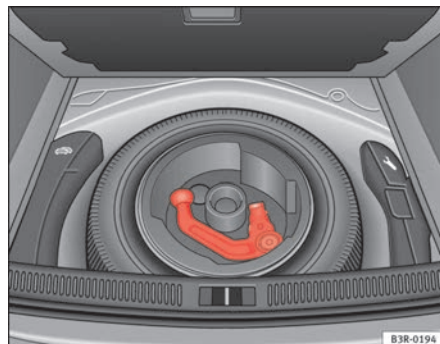

Fig. 148 Bagagliaio:
- Per le vetture con la ruota di scorta ⇒ **fig. 148**.